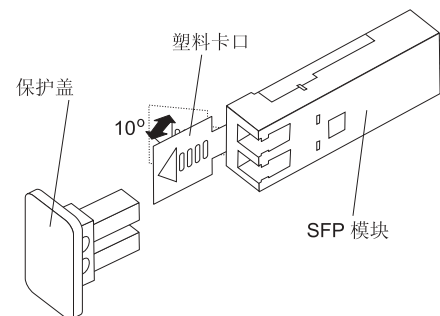

图 32. 解锁 SFP 模块（塑料卡口）
- a. 通过将塑料卡口向下拉 10° 来解锁 SFP 模块（请参阅图 32）。